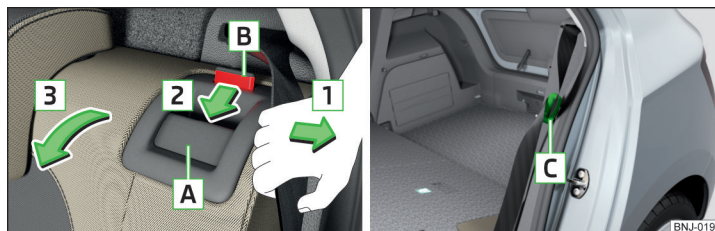

Fig. 65 Ribaltamento in avanti dello schienale / predisposizione della cintura di sicurezza
- Tirare la cintura di sicurezza esterna verso il rivestimento laterale in direzione della freccia **1** » fig. 65.
La linguetta di chiusura delle cinture di sicurezza esterne **C** » fig. 65 può essere innestata nel rivestimento laterale.